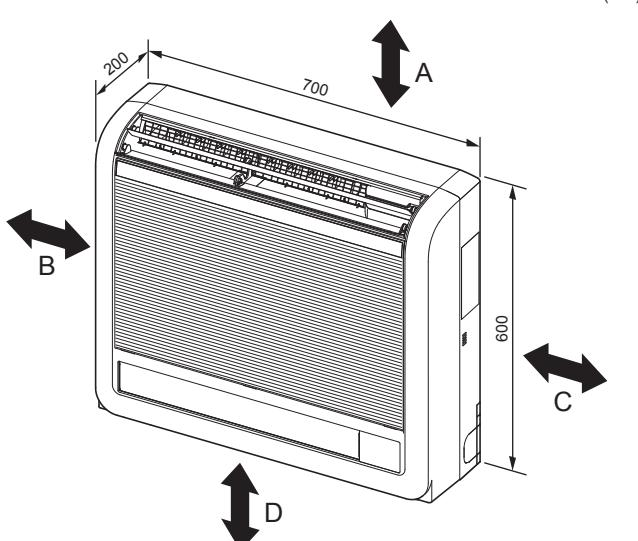

Fig. 2-1
①	Drenaj hortumu	1
②	Boru kaplayıcısı	1
③	Bant	2
④	İç ünitenin sabitlenmesi için ağaç vida	1
⑤	④ 4 × 25 mm'lik tespit vidası	5
⑥	İç ünitenin sabitlenmesi için ağaç vida	4
⑦	⑥'un rondelasi	4
⑧	Keçe bant (sola veya sol arkaya boru döşemek için)	1
⑨	MA uzaktan kumanda ünitesi kablosu	1
2.1. Dış ölçüler (İç ünitesi) (Fig. 2-1)